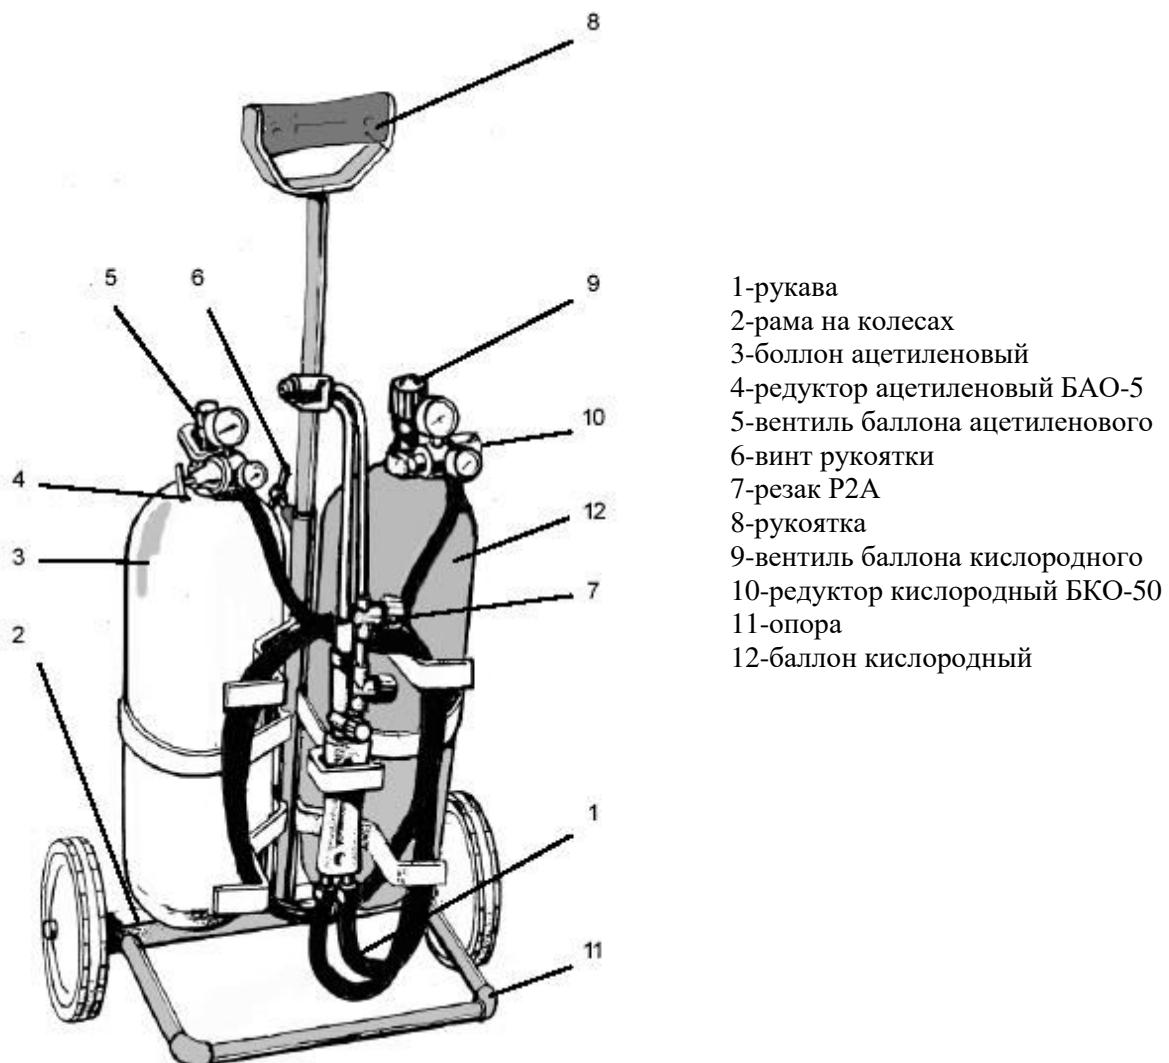

Рис. 1. Комплект газосварочный переносной.
4.1 Внешний вид комплекта представлен на рис.1.